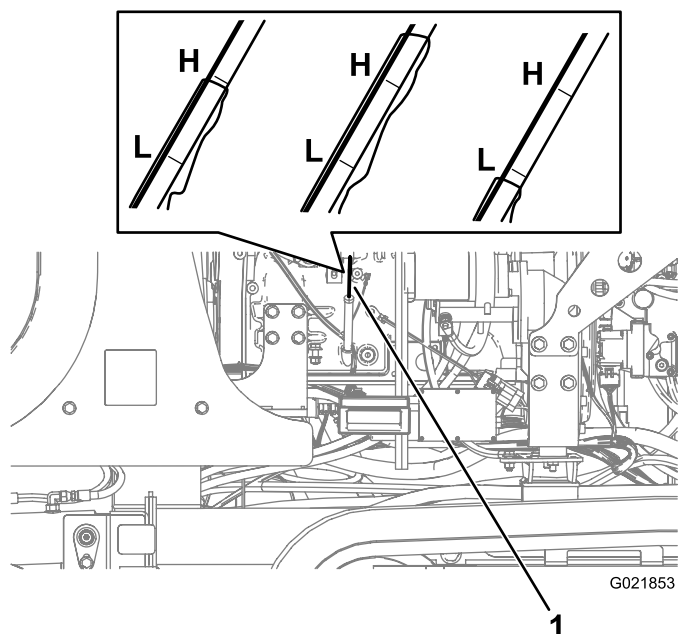

Рисунок 120
3. Извлеките измерительный шуп (Рисунок 120) и тщательно протрите его.